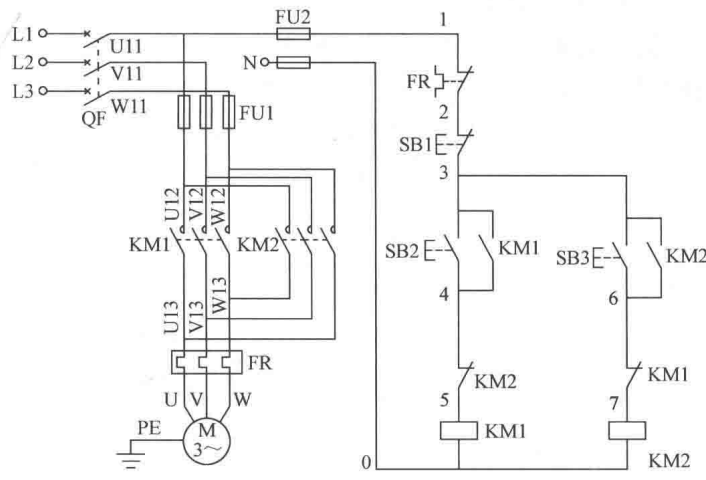

图 3-1 接触器互锁正反转控制电路原理图
识读接触器互锁正反转控制电路原理图,如图 3-1 所示,并完成以下任务。
1. 明确图 3-1 中所用电器元件名称及其作用,并填入表 3-1 中。
2. 小组讨论图 3-1 中接触器互锁正反转控制电路工作原理。